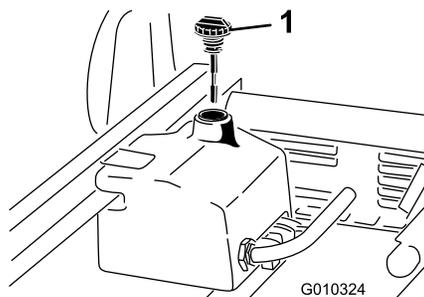

図 70
4. 油圧オイルタンクの注油口周辺をきれいに拭き、キャップを外す **図 70**。
6. 補給口の首からディップスティック **図 70** を抜き、ウェスできれいに拭う。